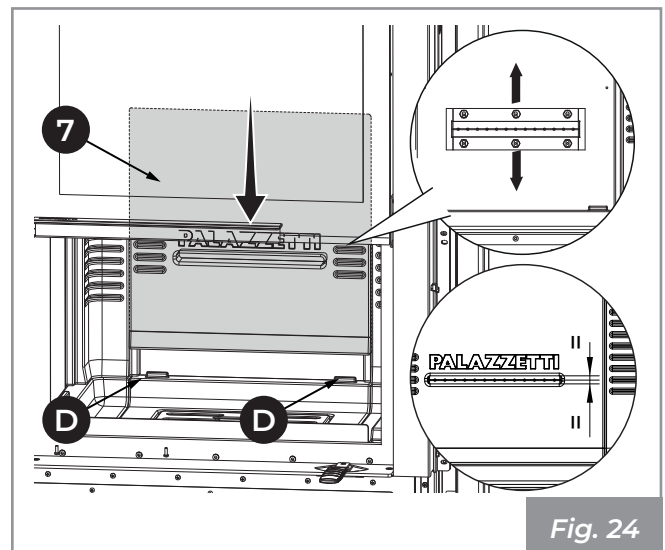

Fig. 24
- 8) Placer le dossieret en réfractaire (7) dans la chambre de combustion et les faire délicatement glisser doucement en position, en le centrant avec les protubérances (D) présentes à la base en réfractaire (Fig. 24).